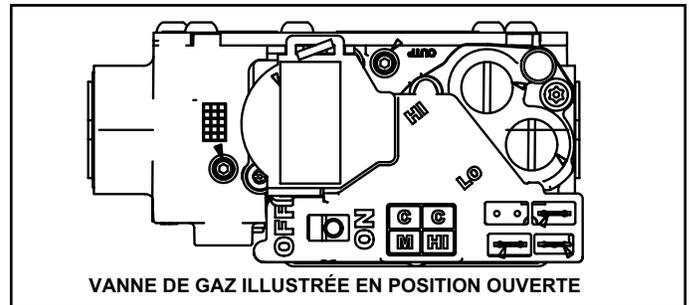

FIGURE 2
Fonctionnement de la vanne de gaz (Figure 2)
- 6 - Mettez le levier de la vanne de gaz sur OFF (FERMÉE). Reportez-vous à la figure 2.
- 8 - Mettez le levier de la vanne de gaz sur ON (OUVERTE). Reportez-vous à la figure 2.